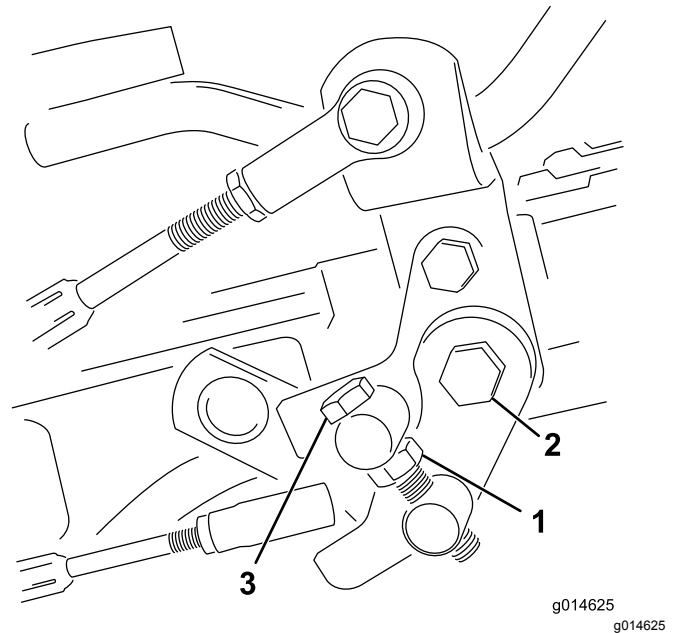

Bild 37
1. Lösen Sie die Klemmmutter an der Drehzapfenkopfschraube (Bild 37).
4. Ziehen Sie die Klemmmutter an der Drehzapfenkopfschraube und die Mutter am Pedalgelenk fest, um die Einstellung zu arretieren (Bild 37). Prüfen Sie die Einstellung und nehmen Sie ggf. eine weitere Einstellung vor.